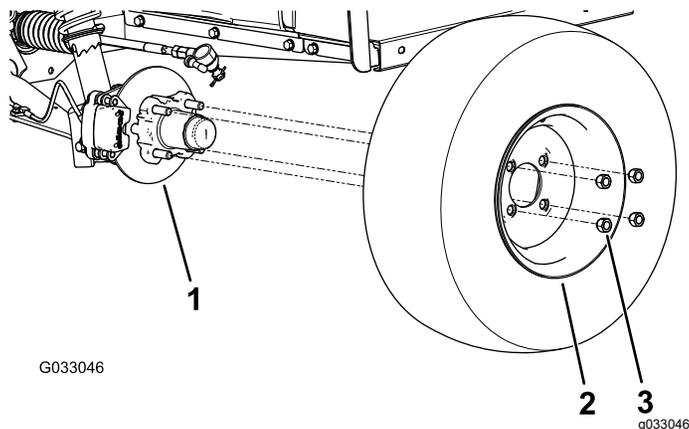

図 30
2. ホイールをハブに固定しているラグナット4個を外す 図 30。
4. ホイールをハブに取りつける。空気バルブを外側に向けて取り付けること 図 30。